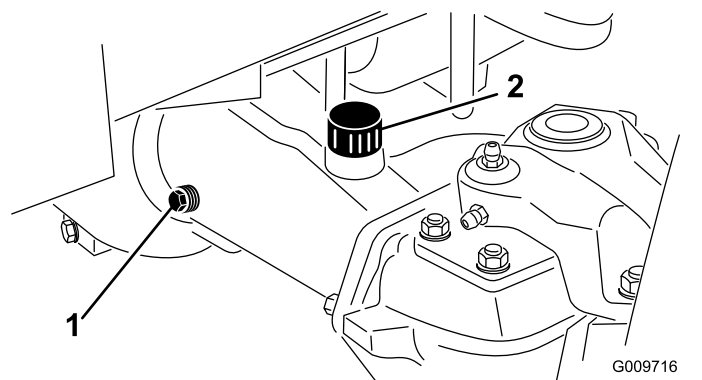

Bild 84
2. Entfernen Sie eine Prüfschraube aus einem Ende der Achse und stellen sicher, dass das Öl die Unterseite des Lochs erreicht (**Bild 84**).